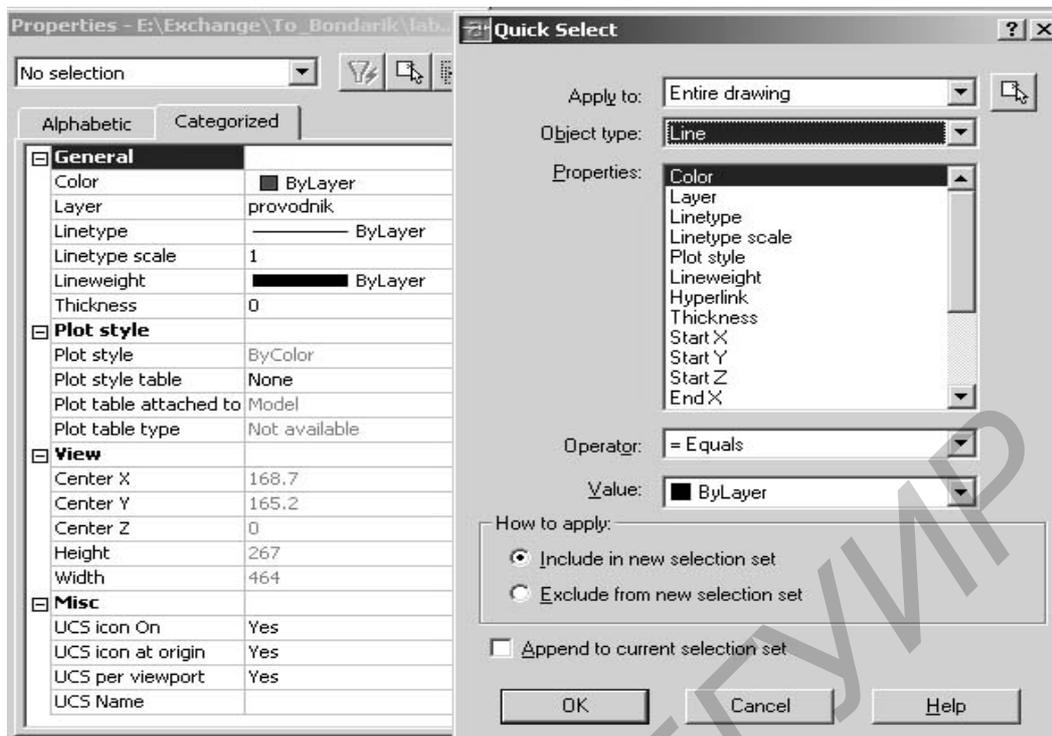

Рис. 28. Диалоговое окно команды **Properties**
- открыть диалоговое окно **Properties** (рис. 28);